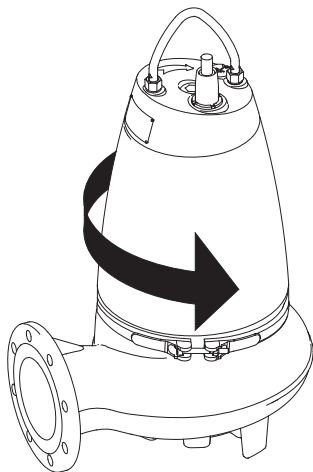

Рис. 17 Направление рывка
После включения произойдёт рывок насоса в сторону, противоположную направлению вращения, см. рис. 17.
2. Включить и тут же отключить насос, следя при этом за направлением действия крутящего момента (за направлением рывка) насоса. Если насос подключен правильно, рывок будет в сторону, противоположную направлению вращения. См. рис. 17.